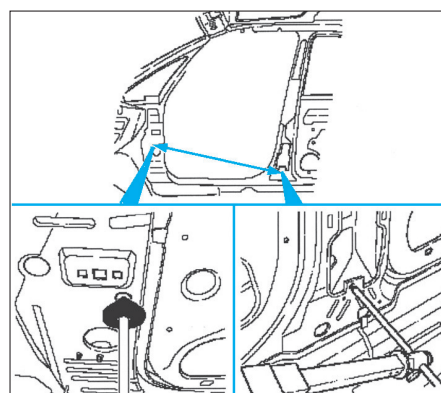

FIG. 47
- Diagonale avant (inférieure) : 953 mm (Fig.47).